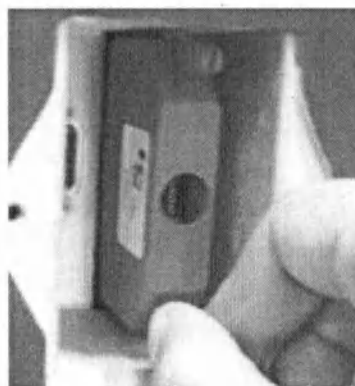

Рисунок.25 Закрепление штекера на месте
- Закрепите штекер на своем месте, плотно затянув удерживающие болты (Рисунок 25).